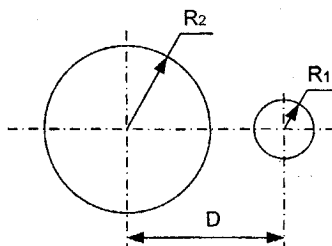

Рисунок 1
- 1) якщо $D > (R_1 + R_2)$, то провідники розташовані паралельно один одному (рис.1);